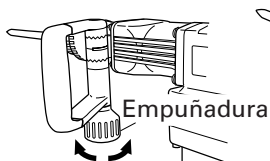

Fig. 6
- (1) Afloje el asa girando la empuñadura en el sentido de ①, como se muestra en la Fig. 6.